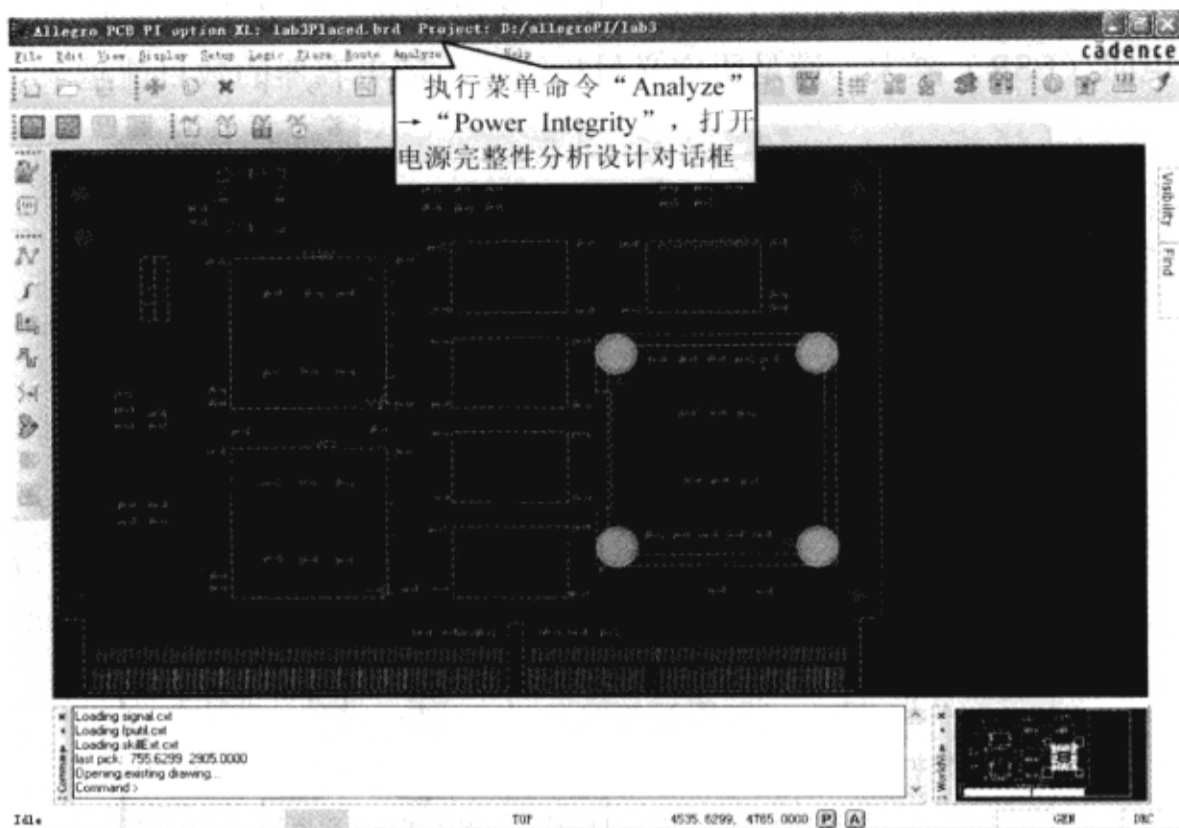

图 9-7-52 打开 PCB 文件
(3) 双击 lab3Placed.brd 打开这个 PCB 文件，因为 lab3Placed.brd 文件处于同一个文件夹下，所以并不需要对当前工程目录做出修改，如图 9-7-52 所示。